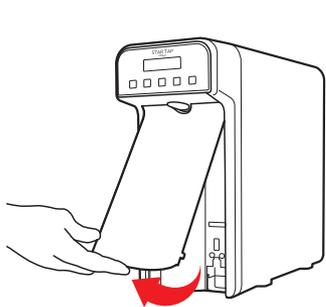

Fig. 1-13
24.1 - Estrarre il coperchio del pannello frontale in plastica riponendolo in posizione di sicurezza, vedi Fig.1-13.